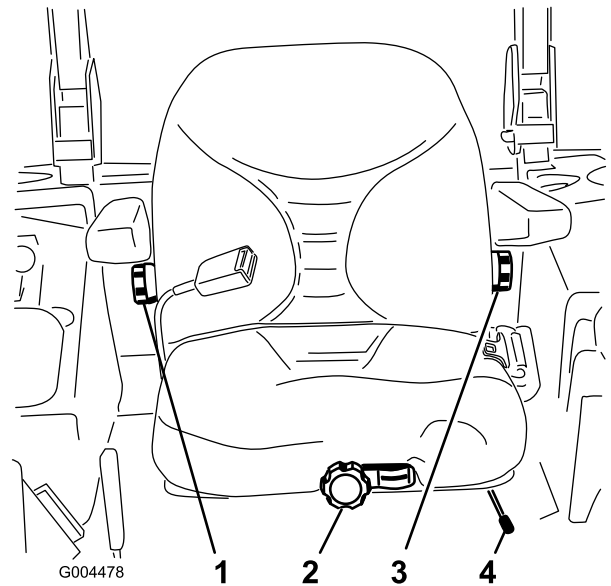

図 29
1. 調整は、レバーを横に動かしてシートロックを解除して行う(図 29)。
運転席に座らずに、座席前部にあるノブを、オペレータの体重に合わせてセットします(図 29)。
調整は、右側アームレストの下にあるノブを回して行います(図 29)。
調整は、左側アームレストの下にあるノブを回して行います(図 29)。